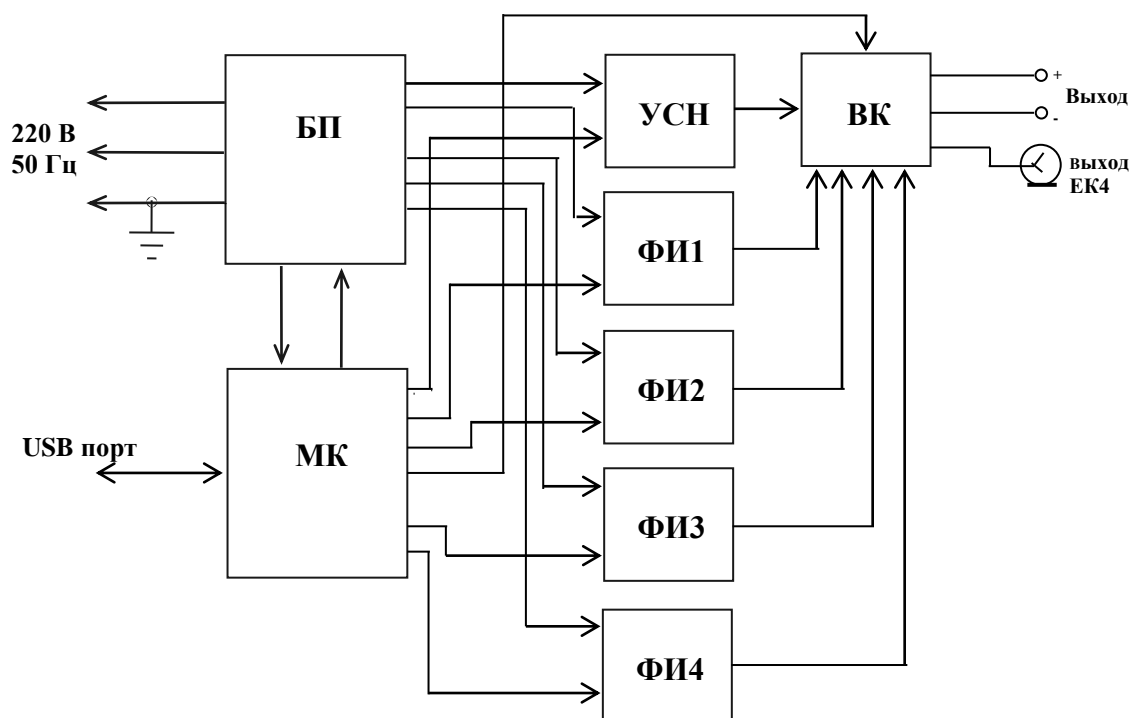

Рис.1 - Структурная схема генератора ИГА 12.2
4.1 Структурная схема испытательного генератора ИГА 12.2 представлена на **рис.1**.